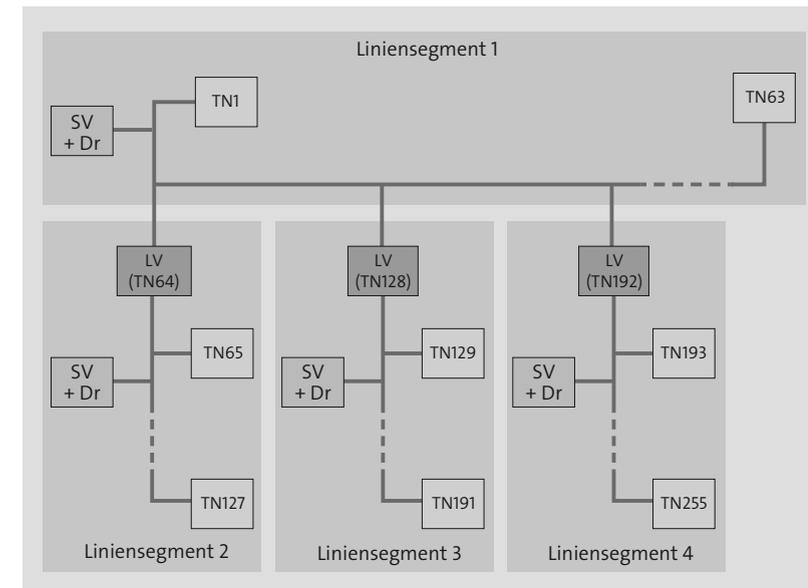
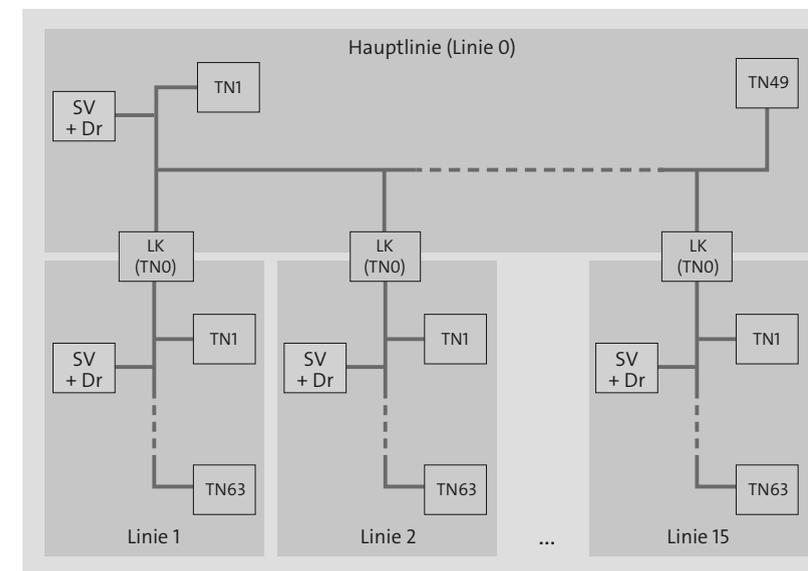
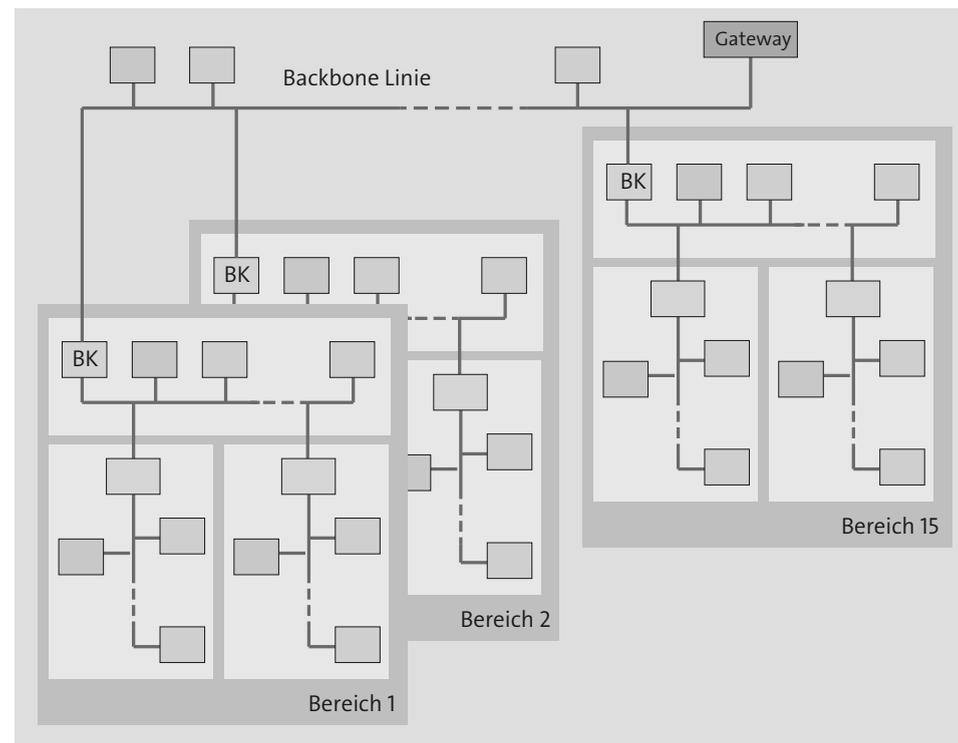

Abbildung 8.4 Eine komplette KNX-Linie aus vier Segmenten
Abbildung 8.5 Verbinden von Linien über Linienkoppler
Abbildung 8.6 Verbinden von Bereichen über Bereichskoppler
Bei mehr als 64 Teilnehmern ist es erlaubt, über sogenannte *Linienverstärker* (LV) bis zu vier einzelne Liniensegmente zu einer *Linie*, mit dann maximal 256 Teilnehmern, zu verbinden (vergleiche Abbildung 8.4). Ein Linienverstärker zählt dabei bereits als ein Teilnehmer.
Das zur Verbindung von Linien benötigte Modul nennt sich *Linienkoppler* (LK) und ist übrigens ein und dasselbe Gerät wie der Linienverstärker, jedoch mit anderer Parametrierung bzw. anderem Applikationsprogramm (siehe Abbildung 8.5). Das Schöne daran ist, dass Sie jederzeit über die ETS aus einem Linienkoppler einen Linienverstärker machen können und umgekehrt.
Zählen Sie in Abbildung 8.5 alle Teilnehmer zusammen, kommen Sie auf die schon recht stattliche Zahl von  $15 \times 64 + 49 = 1.009$  KNX-Teilnehmern, mehr als ausreichend für alle im Ein- oder Mehrfamilienhaus denkbaren Einsatzszenarien. Wenn Sie zusätzlich noch den möglichen Maximalausbau einer Linie auf 256 Teilnehmer über Linienverstärker in Betracht ziehen (siehe Abbildung 8.4), dürften Sie die maximale Teilnehmeranzahl demzufolge noch vervierfachen.
Damit aber nicht genug. Es geht noch voluminöser, wobei wir jetzt jedoch eindeutig den Privatbau verlassen und uns ansehen, wie ein wirklich großes KNX-System (z. B. im Industriebereich) aussehen würde. Sehen Sie sich dazu Abbildung 8.6 an.
Abbildung 8.6 zeigt den Maximalausbau. Dabei werden jeweils 15 Linien plus eine Hauptlinie zu einem Bereich zusammengeschaltet (siehe Abbildung 8.5) und 15 dieser Bereiche über Bereichskoppler (BK) zu einem Gesamtsystem mit theoretisch 58.384 Teilnehmern verbunden. Wiederum ist der Bereichskoppler ein und dasselbe Gerät wie schon Linienkoppler und Linienverstärker, er bekommt seine Aufgabe nur durch eine andere Parametrierung mittels der ETS zugeteilt.